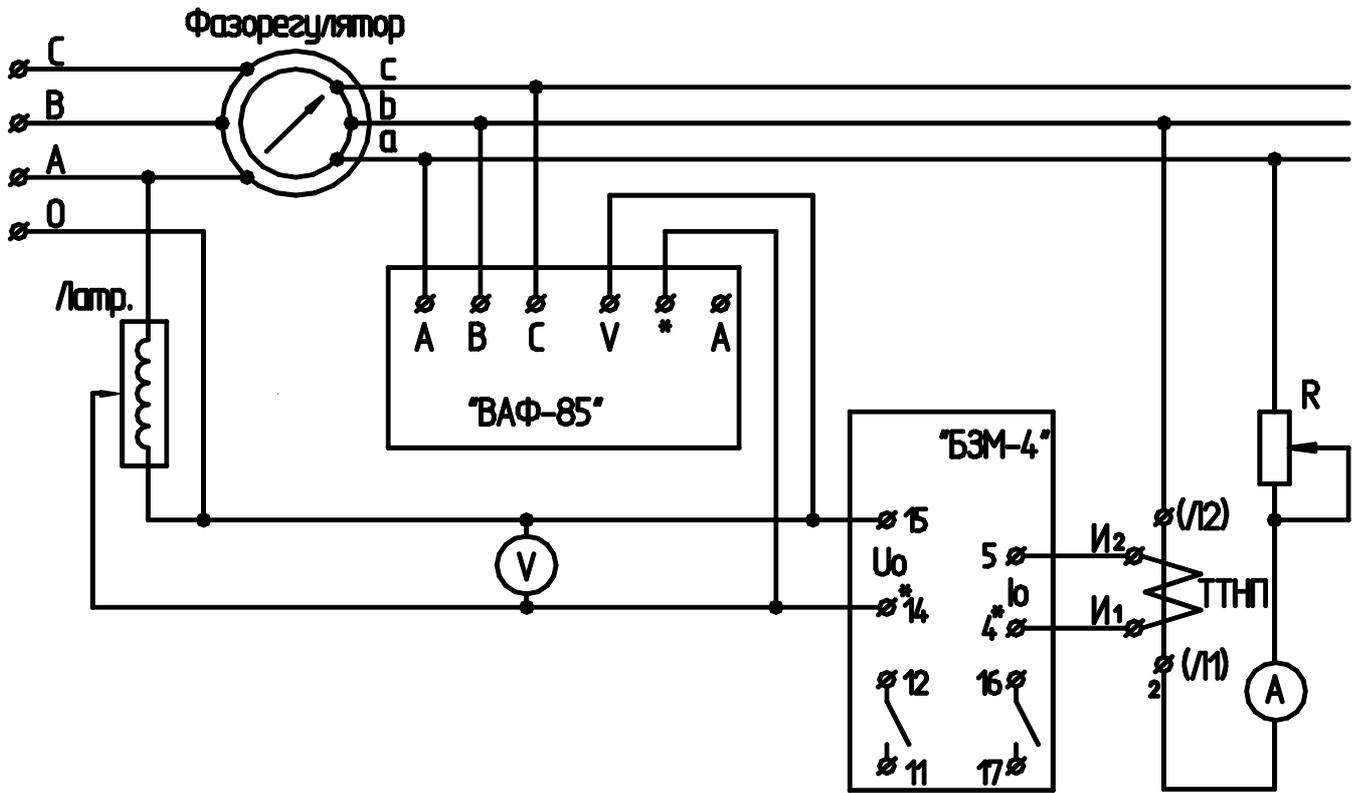
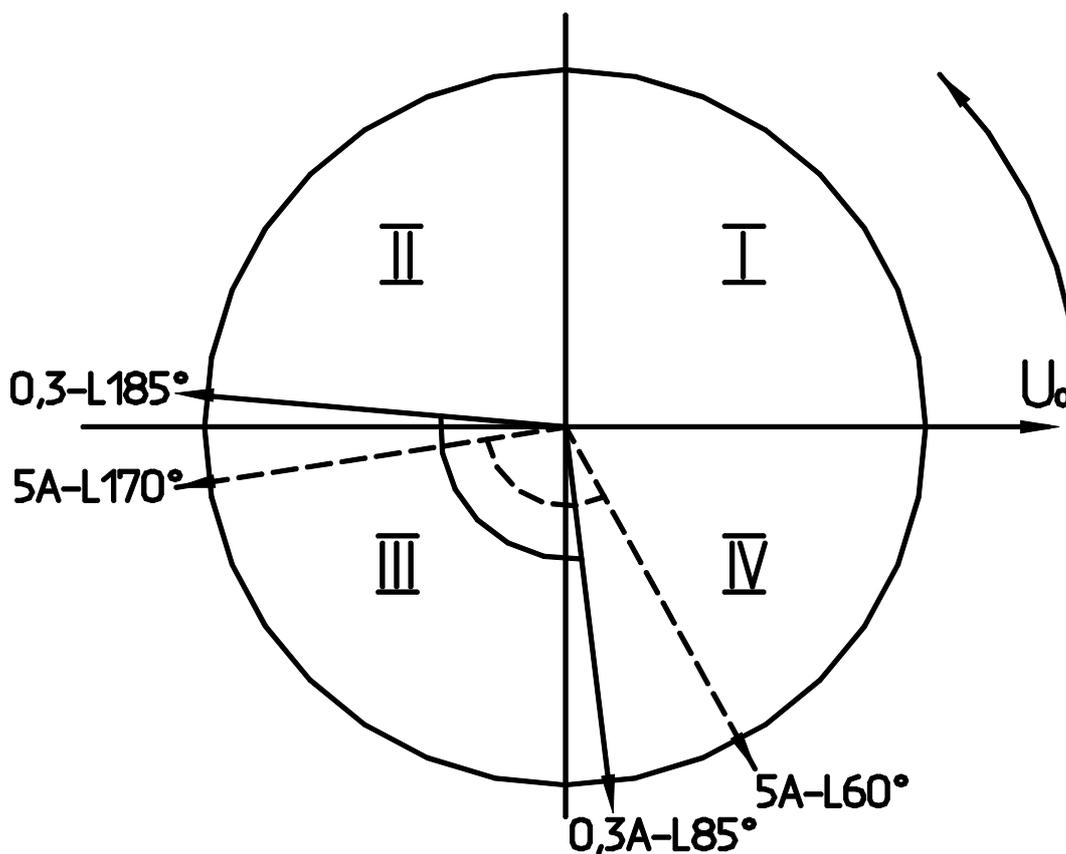

Рис.2.
Рис.3.
8.5. Для проверки технических данных реле необходимо собрать схему приведенную на рис.2.
$I_{o2} = 5A$ $\varphi = L 65^\circ \div L 205^\circ$ относительно U_o . (См. рис.3).
Конструктивно комплект состоит из трёх силовых трансформаторов типа ОЛС-1,25/6, высоковольтные обмотки которых (АХ) соединены в звезду с заземлённой нейтралью. Обмотки низкого напряжения (a_4x) соединены в открытый треугольник. К клеммам « a_4 » фазы «А» и «х» фазы «С» открытого треугольника подключается магазин резисторов (10 резисторов по 510 Ом 100Вт) защищённый автоматическим выключателем; рис. 2.
На стороне НН используются клеммы a_4 х. Вторичные обмотки соединяются по схеме «открытый треугольник» в соответствии с рис. 2. Клемма a_4 трансформатора на фазе «А» подключается к автоматическому выключателю с $I_n=(16-25)A$, после которого подключается блок резисторов (10 резисторов 510 Ом, 100Вт соединённых параллельно),Рис.3